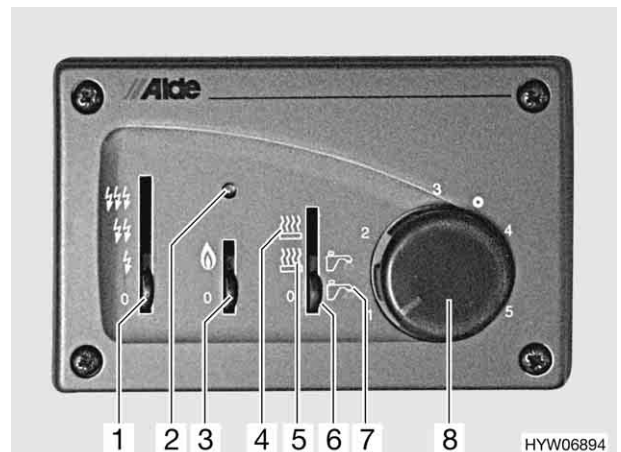

Fig. 127 Unité de commande pour chauffe-eau
- Eau chaude (Fig. 127,7)
- Chauffage et eau chaude (Fig. 127,5)
- Chauffage (Fig. 127,4)
- Régler le mode de fonctionnement à l'aide de l'interrupteur à curseur (Fig. 127,6) :
- Régime au gaz (Fig. 127,3)
- Régime électrique à 230 V (Fig. 127,1)
- Régler l'interrupteur à curseur (Fig. 127,3) sur régime au gaz.
- Régler l'interrupteur à curseur (Fig. 127,6) sur "Eau chaude" (Fig. 127,7) ou sur "Chauffage et eau chaude" (Fig. 127,5).
En cas de dysfonctionnement, le voyant de contrôle rouge (Fig. 127,2) s'allume.
- Régler l'interrupteur à curseur (Fig. 127,3 et 6) sur "0".
- Régler l'interrupteur à curseur (Fig. 127,1) sur régime électrique.
- Régler l'interrupteur à curseur (Fig. 127,1 et 6) sur "0".
- En cas de dysfonctionnement, le voyant de contrôle rouge (Fig. 127,2) s'allume.
- Régler l'interrupteur à curseur (Fig. 127, 1, 3 et 6) sur "0".